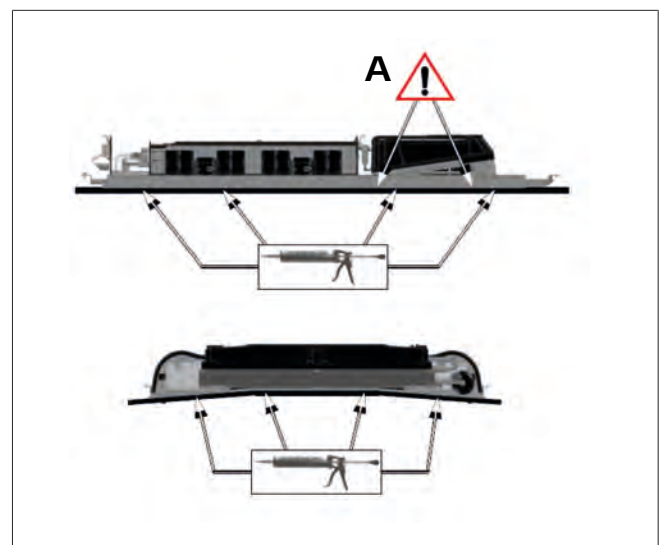

Abb. 8 Sikaflex Anwendung Madrid
1. Auf der nichtklebenden Seite sikaflex auftragen (siehe Abb. 8).
2. Darauf achten, dass Regenwasser von unter dem Verflüssiger ungehindert abfließen kann. Sikaflex nicht an Position „A“ auftragen (siehe Abb. 8).